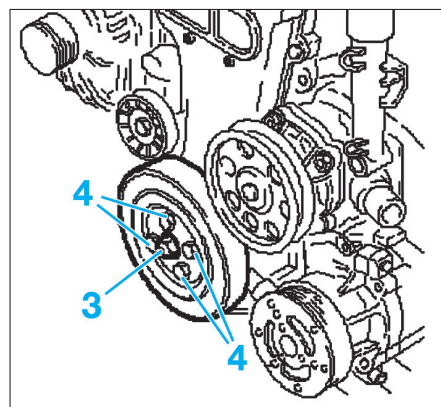

FIG. 4
- Maintenir la vis (3) et déposer les vis de fixation (4) de la poulie d'entraînement des accessoires (Fig.4).